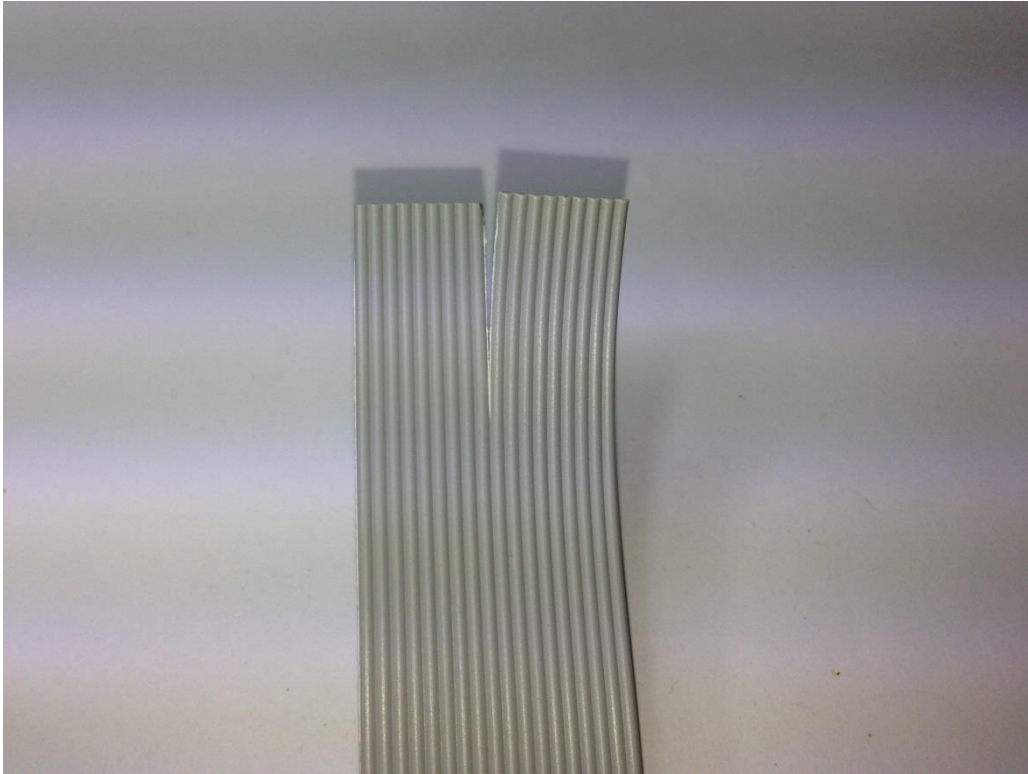

Bild 31
7.15. Jetzt das restliche freie Ende des Kabels in zwei 9er Paare halbieren (Bild 31).